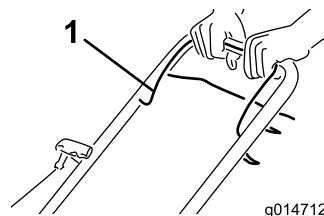

Figura 14
1. Tenete la barra di comando della lama Figura 14 contro la stegola.